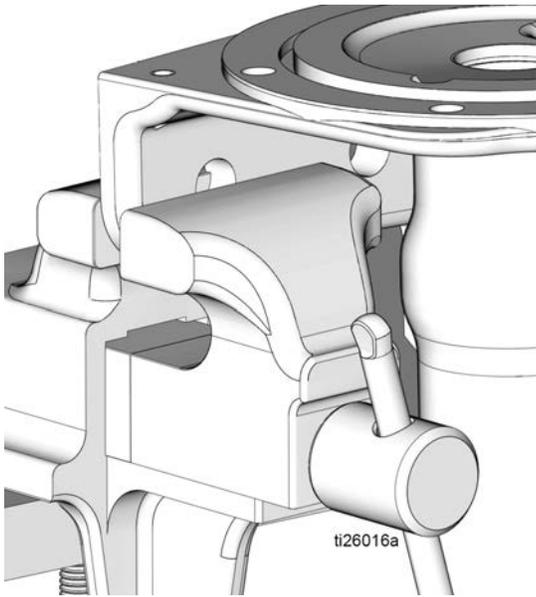

图 28
1. 使用干净的布向下擦拭泵底座 (1)，除去任何脏污或污染物。检查表面有无擦伤或损坏。若泵底座损坏，更换泵。
2. 根据需要，将泵底座 (1) 重新放置在老虎钳中，如图 28 所示。